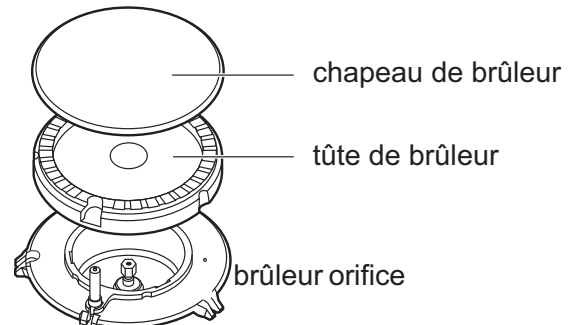

Figure 28 : Composants de brûleurs scellés
1. Retirez le capuchon du brûleur et la tête du brûleur (Figure 28). Nettoyer le capuchon et la tête avec de l'eau chaude savonneuse et bien les sécher.